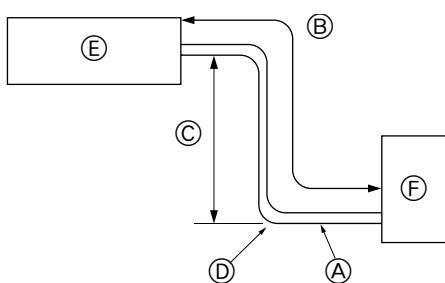

Fig. 2-1
- ① Flanş bağlantısı x1
② Muhabaza x1
2.1. Soğutucu boruları (Fig. 2-1)